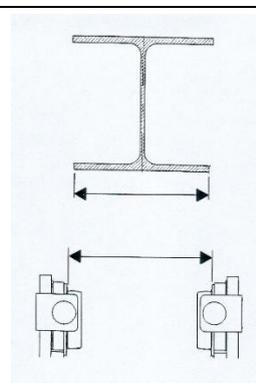

fig. 20
5. Nel caso di gru a bandiera con braccio in profilato in trave laminata (tipo H o T), verificare la larghezza dell'ala della trave che deve corrispondere a quella predisposta per le ruote del carrello (fig. 20).